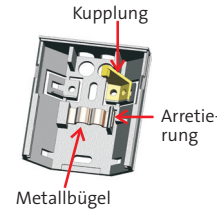

Abb. 3 Zugentlastung
- Adern nach Lösen des Metallbügels aus der Arretierung in die Zugentlastung einlegen, siehe Abb. 3.
comstar VAYO Melder VdS-Kl. C, die gem. EN 50131-2 Grad 3 montiert werden, müssen eine Überwachung gegen Entfernung von der Montagefläche besitzen. Hierzu muss die beigelegte Kupplung (Abb. 3) mit einer Schraube durch die Melderrückwand (links oder rechts einsetzen) an der Montagefläche festgeschraubt werden.